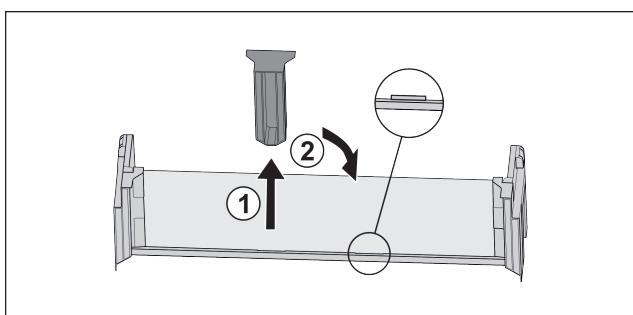

Fig. 118
- Snemite sredinski držalni del Fig. 118 (1).
- Sredinski držalni del vstavite na drugem položaju Fig. 118 (2).